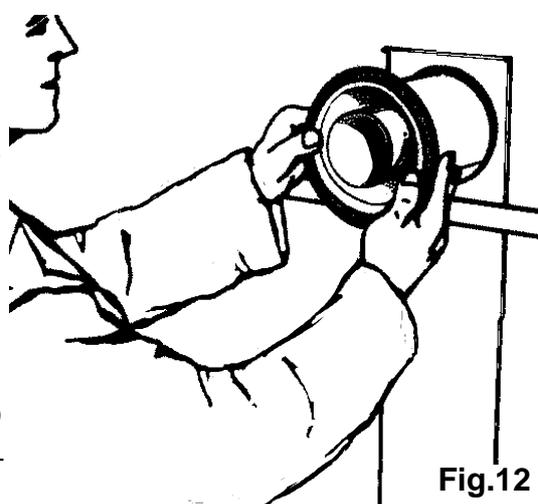

Fig.12
- 4.7 Fissare la ghiera con guarnizione di tenuta al tubo esterno con le tre viti in dotazione e infilare la tubazione ottenuta, nel foro eseguito sul muro, sino a spingerlo a contatto della mascherina (Fig. 12).